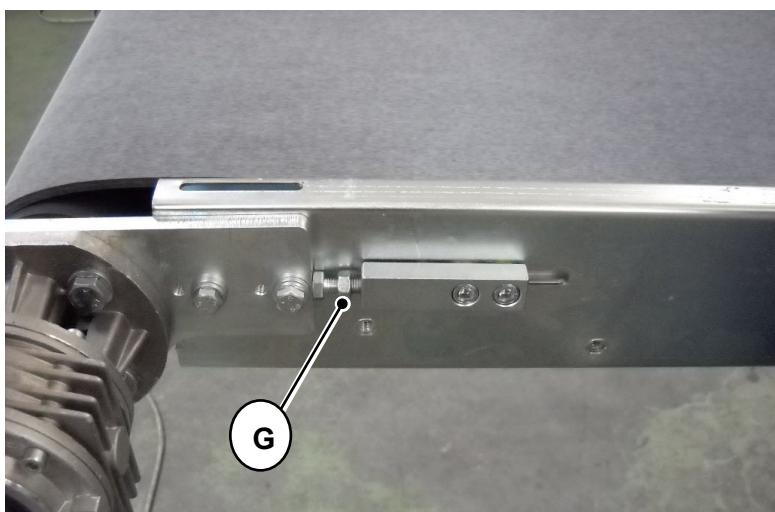

Fig. 09-26
- Para garantir que a correia, além de corretamente retirada, esteja também centralizada (distante das laterais), deve-se atuar no parafuso de ajuste ‘G’ (**Fig. 09-26**).